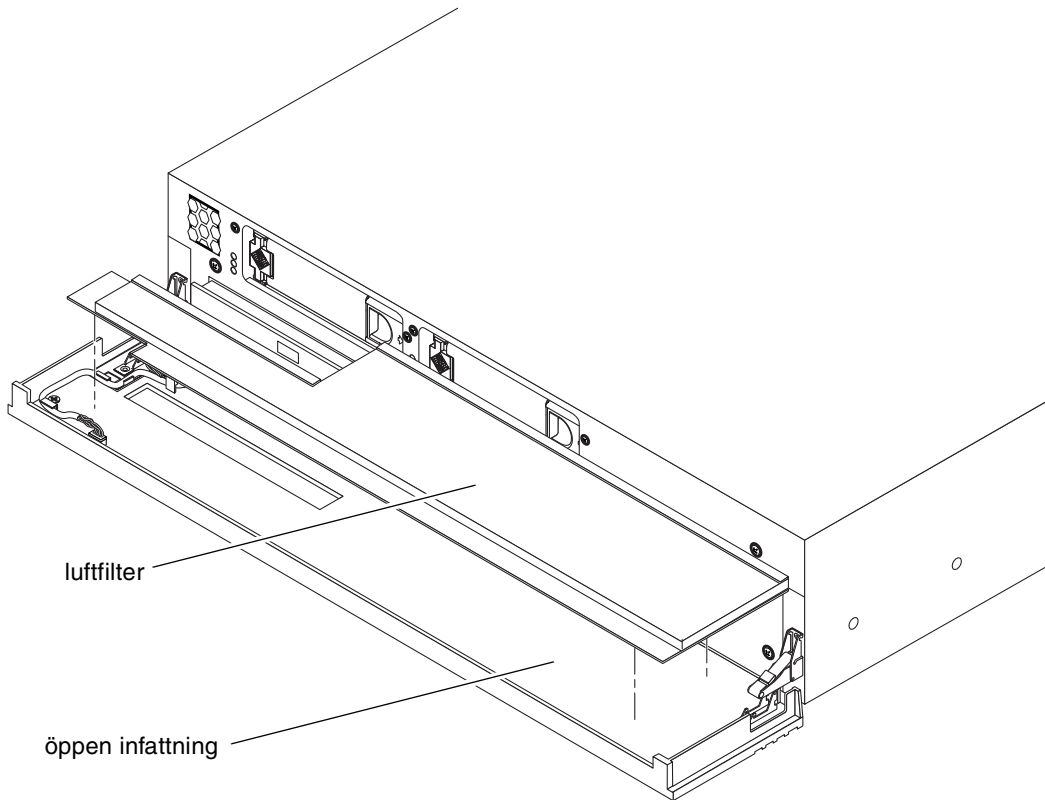

BILD 2-2 Installation av luftfilter i frontinfattningen
4. Sätt fast det nya luftfiltret i infattningen (BILD 2-2).